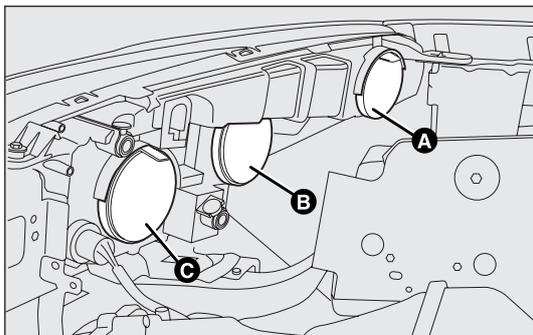
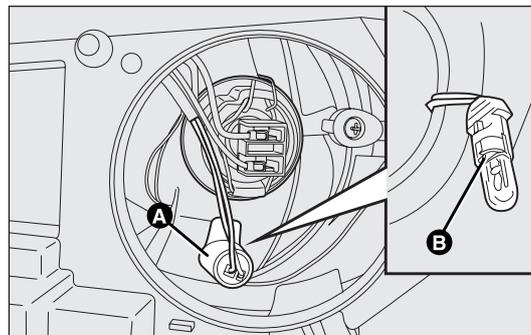

fig. 150
fig. 151
### GRUPOS ÓPTICOS DELANTEROS fig. 150
- retire la tapa de protección B-fig. 150;
- gire hacia la izquierda el portalámpara A-fig. 151 y extraígalo;
- monte la nueva lámpara, introduzca nuevamente el portalámpara A-fig. 151, a continuación, vuelva a montar la tapa de protección B-fig. 150.
- vuelva a montar correctamente la tapa de protección B-fig. 150.
- retire la tapa de protección A-fig. 150;
- vuelva a montar la tapa de protección A-fig. 150.
- retire la tapa de protección C-fig. 150;
- vuelva a montar correctamente la tapa de protección C-fig. 150.
- vuelva a montar la tapa de protección C-fig. 150.